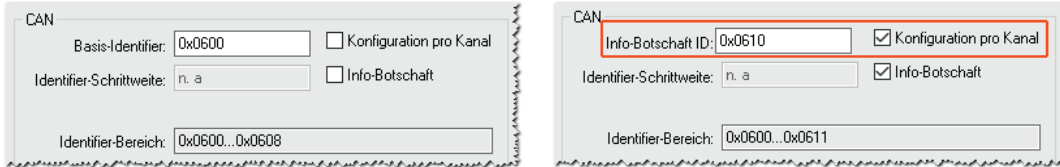

Abb. 6-37: Dialog für Gerätekonfiguration, Dialogbereich CAN
- ▶ Die Bezeichnung des Felds **Basis-Identifizier** ändert sich in **Info-Botschaft ID** (Abb. 6-37). In diesem Feld wird dann die Start-ID der zuerst aktivierten optionalen CAN-Botschaft angezeigt.